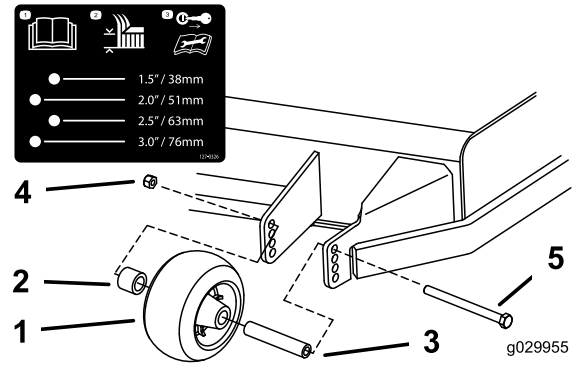
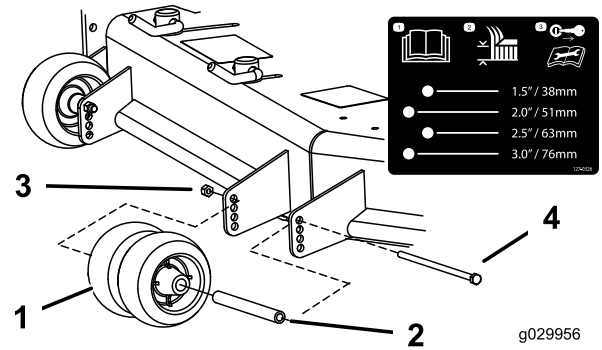
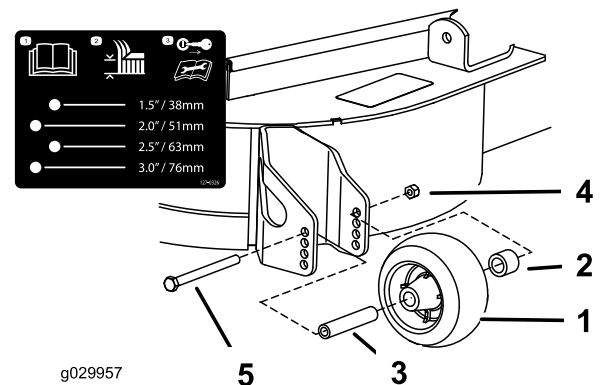

Figura 31
Figura 32
Figura 33
3. Regolate i rulli antistrappo come illustrato in **Figura 31**, **Figura 32** e **Figura 33**.